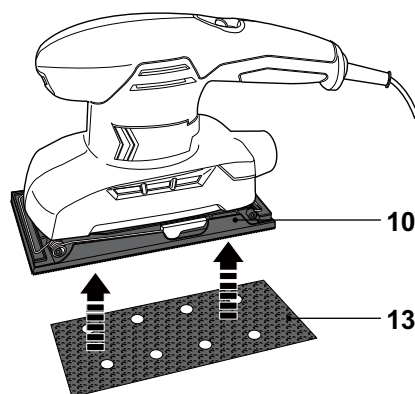

Fig. 1
- > Alinee el diseño de orificios del papel de lijado (13) con los de la placa base (10) antes de colocar el papel de lijado (13) en la placa base para asegurar una extracción del polvo eficiente y un resultado satisfactorio.
- > Presione ligeramente la hoja de papel de lijado (13) para fijarla a la placa base (10) (Fig. 1).